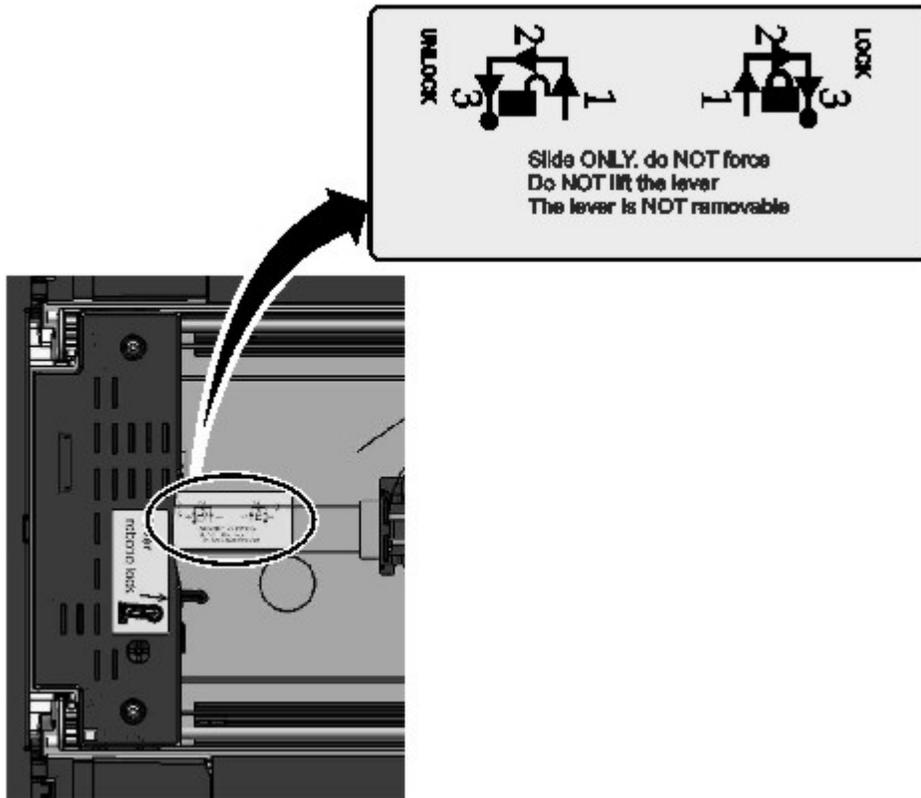

图 71. 解锁机器人装置
10. 解锁拉杆并将存取器置于一旁。请参阅第 122 页的图 71。